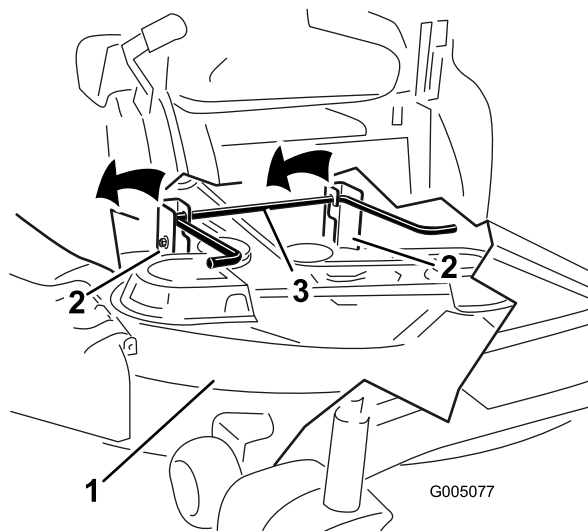
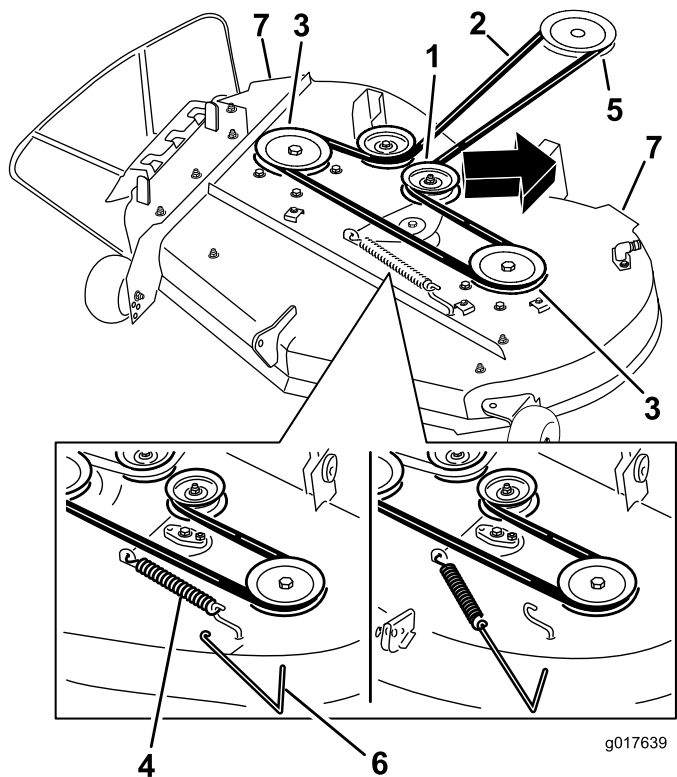
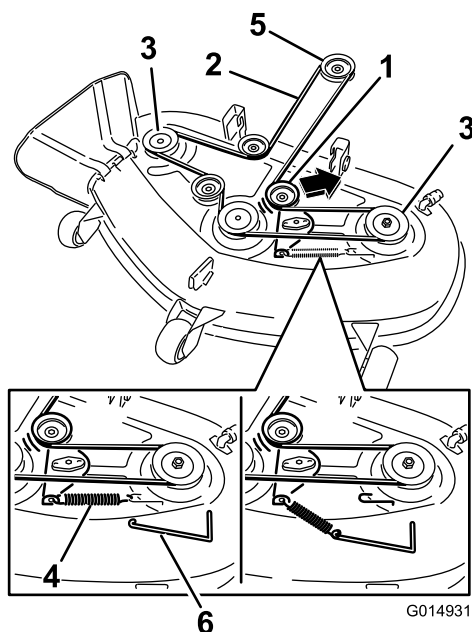

図 58
図 60
図 61
5. 刈り込みデッキハンドルを使ってデッキとハンガーブラケットを持ち上げて後部昇降ロッドをかわし、ふたたび注意深くデッキを床面に降ろす **図 58** と **図 60**。
5. スプリング取り外し工具Toro P/N 92-5771を用いて、デッキのフックからアイドラスプリングを取り外してスプリングのテンションをなくし、プーリからベルトを取り外す 図 60と 図 61。
6. エンジンプーリとデッキプーリに新しいベルトを掛け回す 図 60 と 図 61。
7. スプリング取り外し工具Toro P/N 92-5771を用いて、デッキのフックにアイドラスプリングを取り付けてスプリングにテンションを掛ける。これによりアイドラプーリとベルトが強く張る 図 60 と 図 61。
5. デッキ後部を持ち上げ、ハンガーブラケットを後部昇降ロッドに取り付ける 図 58。
5. ロッドスプリングアセンブリを、回転させてロッドの短い端部がデッキに溶接されている前ブラケットの裏側に来るようにする 図 58。